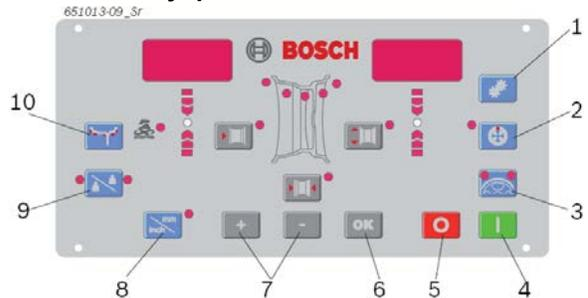

Рис. 5. Кнопки на панели управления / поле индикации (позиции расшифровываются в нижеприведенной таблице).
Расстояние между серединами ободов сдвоенных колес не отображается. Однако правильное принятие значения может контролироваться при помощи поз. 7 (рис. 5).
Если электронная регистрация расстояния между серединами ободов сдвоенных колес и диаметра обода невозможна, то данные ободов могут быть введены также вручную (рис. 5, поз. 7).
2. Введите имеющееся в наличии количество спиц нажатием кнопок <-> или <+> (рис. 5, поз. 7).